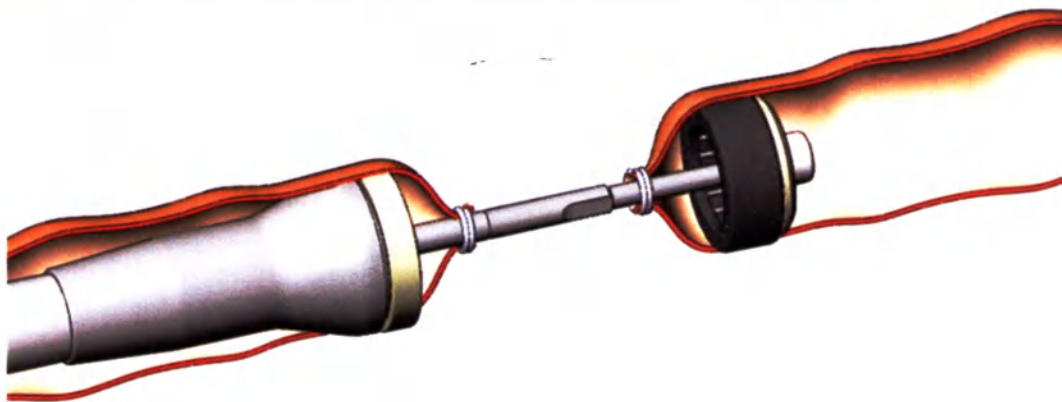

Рис.5
6.6. Соединить съемный шток со штоком аппарата. Для этого шток съемной части надеть на острую часть выдвижного штока аппарата до щелчка. Теперь обе части кишки закреплены на штоке аппарата (рис. 5).